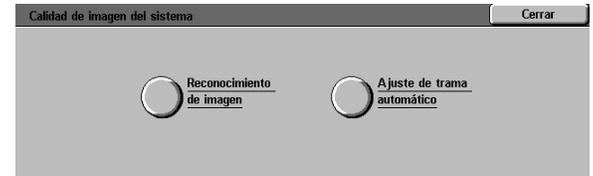

Figura 45: Calidad de imagen del sistema
- 1 En la pantalla Utilidades, pulse el icono **Calidad de imagen del sistema** para mostrar la pantalla Calidad de imagen del sistema, tal y como ilustra la Figura 45.